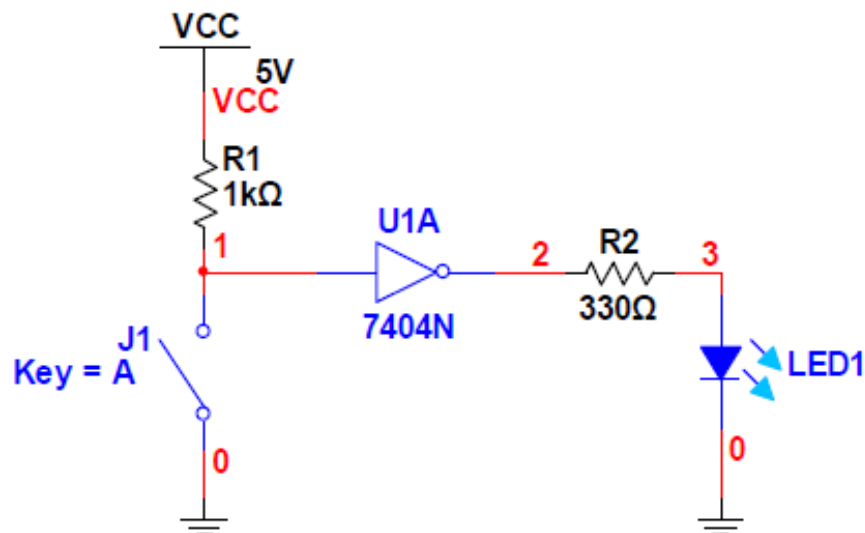

Fig. 4 – Circuito 1
1. Con el montaje del circuito 1 (Fig. 4) y el CI 74LS04. Complete la siguiente tabla ??
2. Con el montaje del circuito 2 (Fig. 4) y el CI 74LS04. Complete la siguiente tabla ??
3. Con el montaje del circuito 1 (Fig. 4) y el CI CD4049. Complete la siguiente tabla ??
4. Con el montaje del circuito 2 (Fig. 4) y el CI CD4049. Complete la siguiente tabla ??